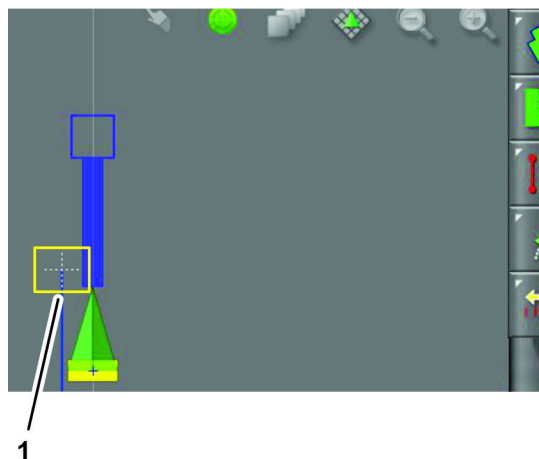

Figure 201
3. Dans la fenêtre des réglages du décalage de limite, appuyez sur l'icône de confirmation (Figure 201).
Remarque: Le point d'enregistrement de limite affiché est mis à jour (Figure 201).